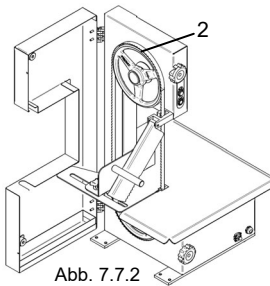

Abb. 7.7.2
- Das Sägeblatt „2“ erfassen und aus den Scheiben nehmen (siehe Abb.7.7.2 e 7.7.3)